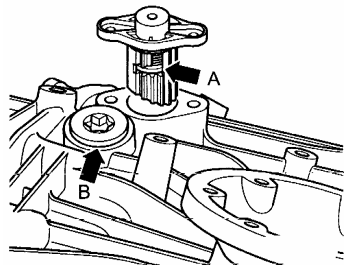

图 12-66 整套锁止机构安装位置
④变速器中整套锁止机构的安装位置应保证图 12-66 中凹片（箭头 A）朝向螺栓（箭头 B）。